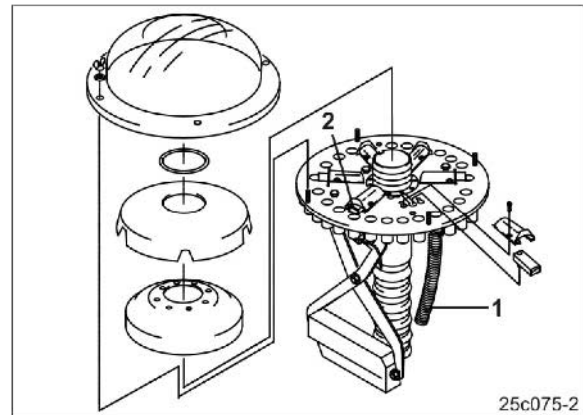

Рис. 121
- Семяпроводы (Рис. 121/1) сошников техколеи должны быть закреплены на тех выпускных отверстиях, которые могут закрываться при помощи заслонок (Рис. 121/2).
Для создания двух колеи в распределительной головке может закрываться следующее количество заслонок на одну колею (Рис. 121/2):
- Неиспользуемые заслонки (Рис. 121/2) деактивируйте.